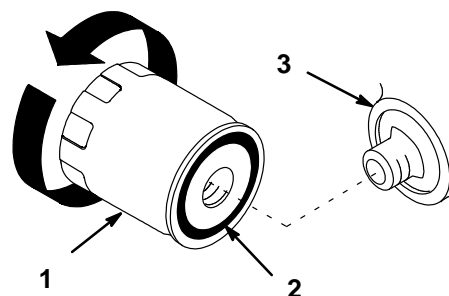

Abbildung 24
2. Den alten Filter entfernen und die Dichtungsfläche des Filteradapters (Abb. 24) abwischen.
4. Eine dünne Schicht neues Öl auf die Gummidichtung am Austauschfilter geben (Abb. 24).
5. Den Austauschölfilter am Filteradapter anbringen. Den Filter im Uhrzeigersinn drehen, bis die Gummidichtung den Filteradapter berührt. Dann den Filter um eine weitere 1/2 Umdrehung festziehen (Abb. 24).